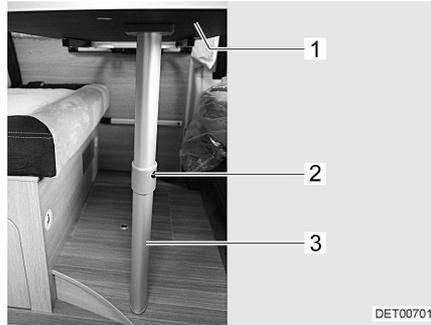

Fig. 40 Sommier de lit
- Soulever légèrement le plateau de table (Fig. 40,1) à l'avant.
- Appuyer sur le bouton de déverrouillage (Fig. 40,2) et rabattre la partie inférieure du pied de table à joint (Fig. 40,3) de 90°.